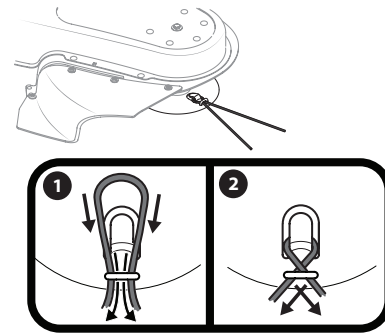

Figura 6
4. Cruce los extremos del hilo y tire fuerte para asegurar el hilo de recorte en su lugar. Consulte la Figura 6.